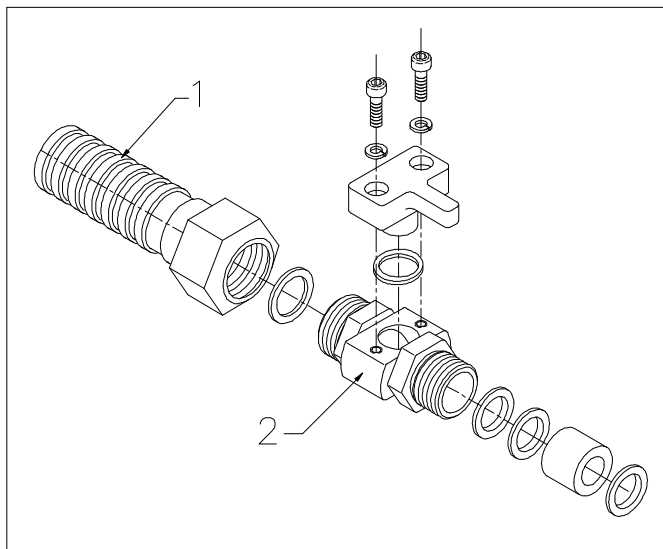

Fig. 9.2
Indien een extra bescherming van de aansluitkabel gewenst is, dan kan de pomp uitgerust zijn met een kabelbeschermingslang. Deze slang bestaat uit een flexibele roestvast stalen mantel (fig. 9.2 pos 1) en een speciale kabelinvoer (fig. 9.2 pos 2) die de kabel beschermt tegen mechanische en chemische beschadiging.